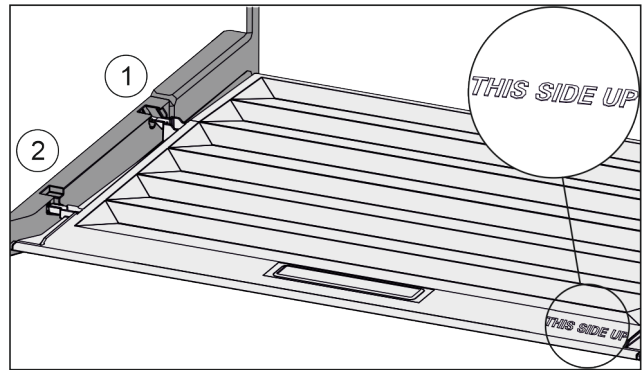

Fig. 52
- ▶ Пъхнете шийките на капака през отвора в задния държач Fig. 52 (1) и фиксирайте отпред в държача Fig. 52 (2).